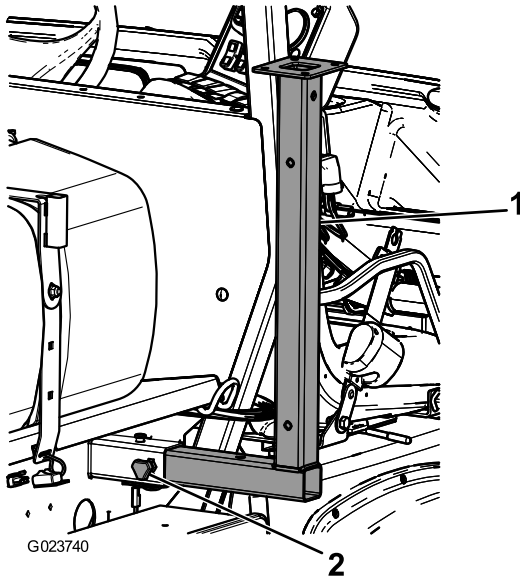

Figura 40
1. Insira os macacos frontais de cima para baixo na estrutura perto dos pontos de fixação frontais (Figura 40).